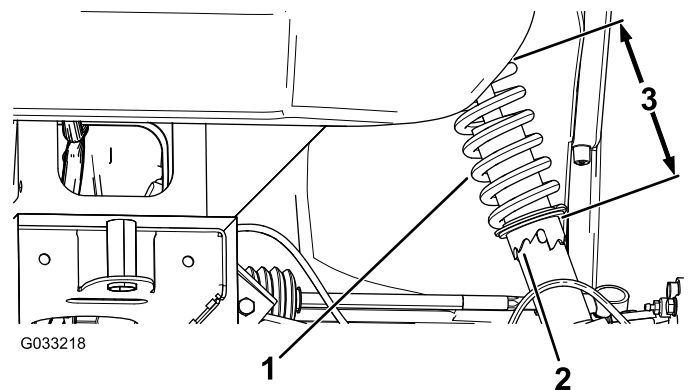

图 52
2. 如果车轮外倾角没有对齐，请使用活络扳手将减震器上的锁止环旋转以对齐车轮（图 52）。